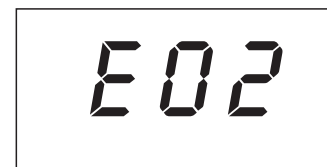

Abbildung 1-26
- E02: Temperatursensor Unterbrechung (siehe Abbildung 1-26)